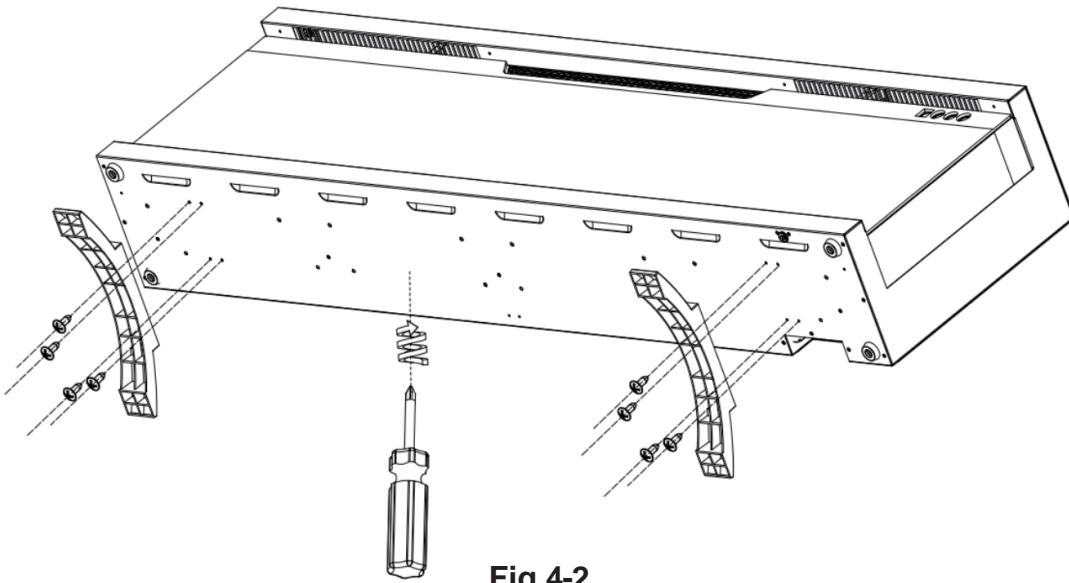

Fig 4-2
- J. Bevestig de twee voetjes (meegeleverd) aan de onderkant van de schoorsteenunit met de eerder verwijderde schroeven (**Fig 4-2**).